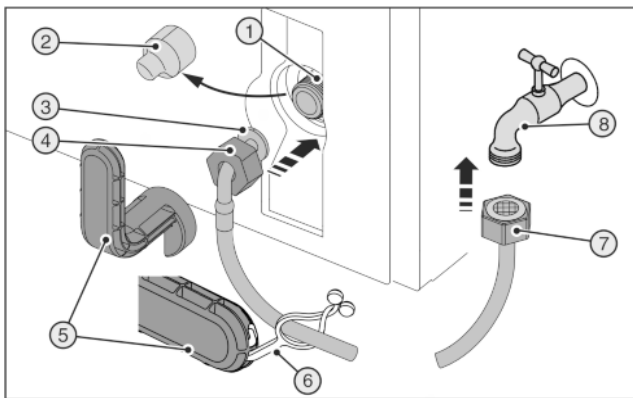
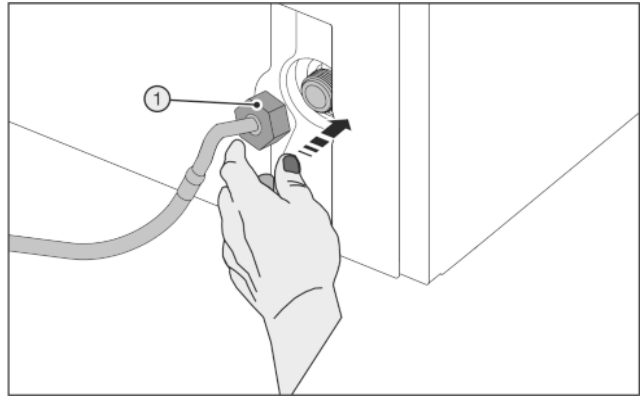

Fig. 45
Fig. 46
Zerbrochenes Hilfswerkzeug Fig. 45 (5)!
- ▶ Hilfswerkzeug Fig. 45 (5) ausschließlich bei Raumtemperatur verwenden.
- ▶ Abdeckung Fig. 45 (2) abziehen.
- ▶ Erleichterte Montage: Gerades Schlauchende Fig. 45 (7) nach links auf den Boden auslegen.
- ▶ Mutter Fig. 45 (4) über abgewinkeltes Schlauchende Fig. 45 (3) bis zum Ende schieben und festhalten.
- ▶ Mutter Fig. 46 (1) vorsichtig ansetzen und mit zwei Fingern gerade auf Gewinde schrauben, bis ein sicherer Sitz erreicht ist.
- ▶ Mutter Fig. 46 (1) mit Hilfswerkzeug Fig. 45 (5) im Uhrzeigersinn festziehen bis maximales Drehmoment erreicht ist und Hilfswerkzeug Fig. 45 (5) überdreht.
- ▶ Mutter Fig. 45 (7) auf Absperrhahn Fig. 45 (8) schrauben.
- ▶ Mutter Fig. 45 (7) mit Hilfswerkzeug Fig. 45 (5) im Uhrzeigersinn festziehen bis maximales Drehmoment erreicht ist und Hilfswerkzeug Fig. 45 (5) überdreht.
- ▶ Absperrhahn Fig. 45 (8) der Wasserzuführung öffnen und gesamtes Wassersystem auf Dichtigkeit prüfen.
- ▶ Lasche Fig. 45 (6) in Hilfswerkzeug Fig. 45 (5) einhaken und zur Aufbewahrung am Edelstahlschlauch befestigen.